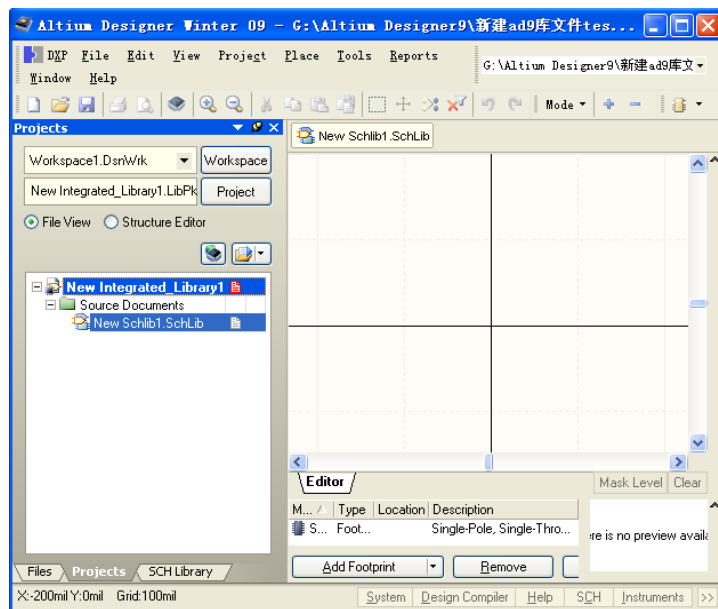

图4-1 原理图库新元件的编辑界面
- 3. 添加空白原理图库文件。执行File → New → Library → Schematic Library命令，Projects面板将显示新建的原理图库文件，默认名为Schlib1.SchLib。自动进入电路图新元件的编辑界面，如图4-1所示。